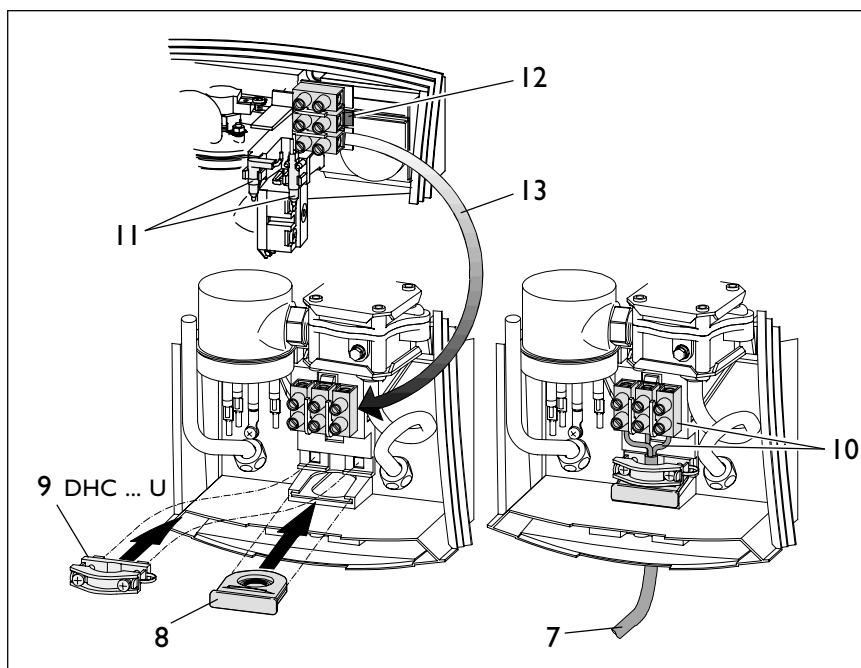
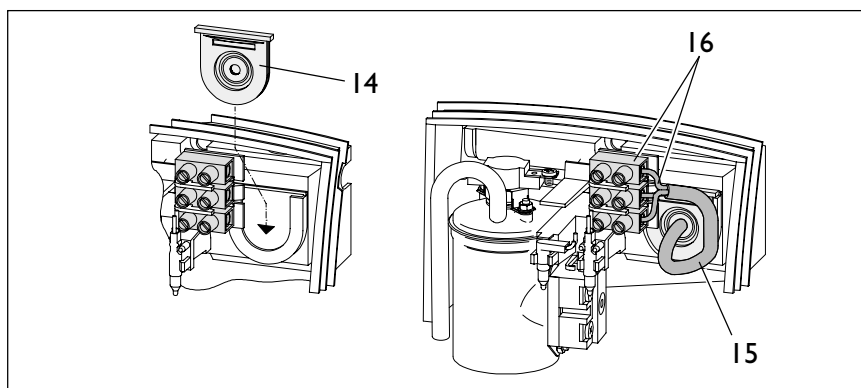

Рис. 16
Рис. 17
3. Электрический кабель укоротить в соответствии с рис. 16 и изолировать (кроме прибора ДНС 3 U).
⚠ Для защиты от попадания воды необходимо использовать уплотнение кабеля (рис. 16, поз. 8 и рис. 17, поз. 14). Вырезать уплотнительную шайбу в соответствии с толщиной кабеля электроподключения.
ДНС 3 U (рис. 16)
ДНС 6 U (рис. 16)
- **Подключение в верхней части прибора/открытая или скрытая проводка (рис. 17)**
- Отжать фиксатор клеммной колодки (рис. 16, поз. 12), вынуть клеммную колодку и смонтировать ее в нижней части прибора (поз. 13).